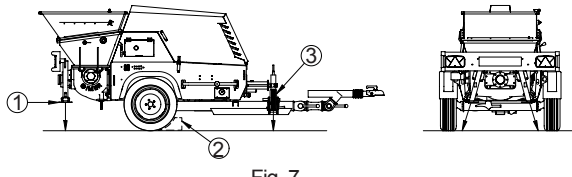

Fig. 7
Instale la bomba sobre una superficie horizontal y perfectamente estable, de manera que quede en una posición segura; para ello, apoye las patas (fig. 7, ref. 1) y el soporte del tiro (fig. 7, ref. 3) al suelo y bloquee las ruedas (fig. 7, ref. 2) con cuñas adecuadas. Para mayor seguridad, no se olvide nunca de bloquear las ruedas con cuñas adecuadas ni de accionar el freno de mano en la versión remolcable por carretera.